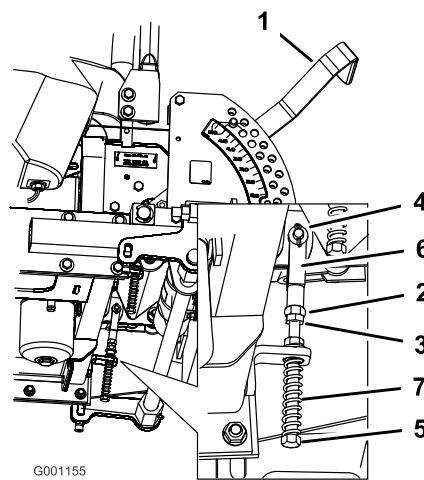

Figure 60
8. Si un réglage s'impose, desserrez l'écrou et l'écrou de blocage (Figure 60).
9. Appliquez une légère pression à l'arrière du levier, et tournez la tête du boulon de réglage dans le sens voulu pour centrer le levier à la position de verrouillage du point mort (Figure 60).
10. Serrez l'écrou et l'écrou de blocage (Figure 60).